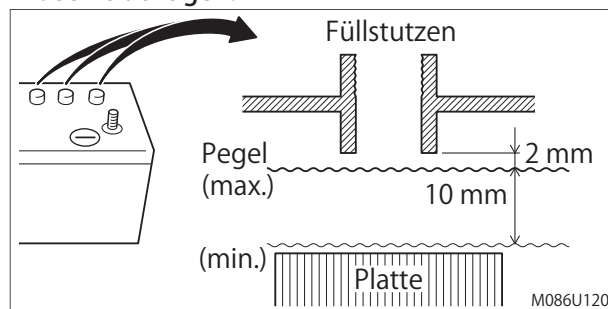

Abb. 7-2
- (1) Prüfen Sie täglich den Batteriesäurestand (insbesondere bei einer Verwendung der Maschine bei warmem und trockenem Klima).
- (2) Wenn der Batteriesäurestand weniger als 10 mm beträgt, füllen Sie nur destilliertes Wasser nach, bis der Batteriesäurestand 2 mm unter dem Boden des Füllstutzens liegt. (Abb. 7-2)